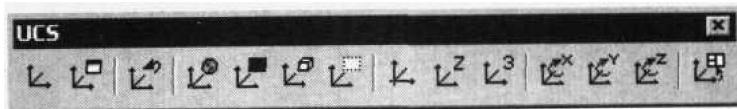

图 1.5 UCS 工具栏
(2) 用户坐标系 UCS。UCS 用户坐标系与 WCS 世界坐标系统相对。世界坐标系是固定的，不能在 AutoCAD 中加以改变的坐标系。这个系统中的点由唯一的 X、Y、Z 坐标确定，这对于二维绘图已经足够了；而绘制三维立体图形时，对象上各个点在一个固定坐标系中的坐标值是不同的，因此只在一个固定的坐标系中绘制三维立体图形会给用户带来许多不便。因此，AutoCAD 允许用户建立自己专用的坐标系，即用户坐标系 (User Coordinate System)，简称 UCS。在 AutoCAD 2002 中用户可以通过 UCS 工具栏来完成 UCS 的设置，工具栏如图 1.5 所示，其意义如下：